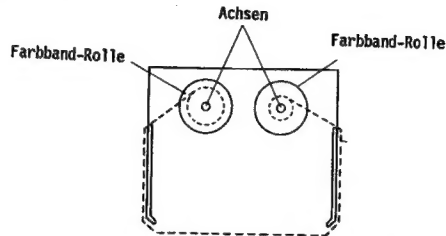

Fig. 4
3. Neues Farbband einlegen, wie es Abb. 4 zeigt. Der Taster zwischen den beiden Spulen kann von Hand vorsichtig bewegt werden. Das Farbband wird zwischen Papier und Druckwerk geführt.